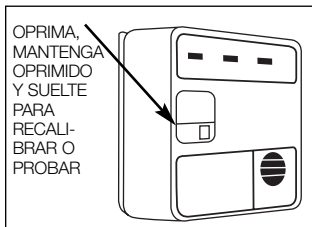

FIGURA 4
11. OPRIMA firmemente y SUELTE el botón TEST/RESET (Probar y recalibrar). Vea la Figura 4. La alarma debe emitir un tono corto. La luz ámbar de servicio se encenderá y la alarma de CO cumplirá su ciclo de control; la luz del LED rojo se encenderá intermitentemente y la alarma sonará 4 veces para luego dejar de sonar durante 5 segundos. Luego se repetirá el ciclo. Después del ciclo de prueba, se apagará la luz ámbar de SERVICE (Servicio) y la luz verde de POWER (Encendido) permanecerá prendida, lo que quiere decir, que la alarma de CO está funcionando bien.